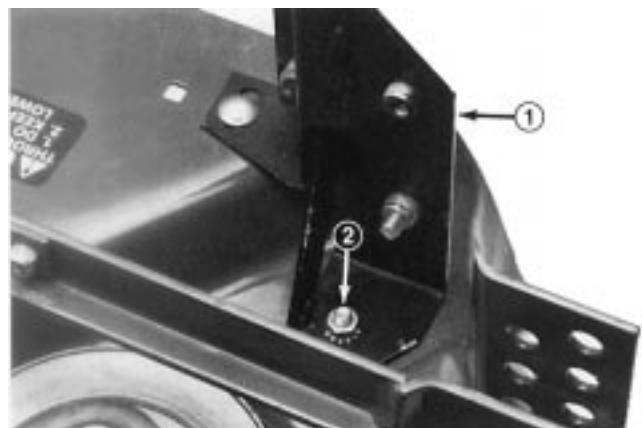

Figure 6
7. Utiliser le support arrière du ventilateur comme gabarit pour marquer et percer le dernier trou de 3/8" (9 mm) de diamètre dans le carter de lame (Fig. 6). Fixer le support arrière à l'aide d'un boulon de 5/16 x 5/8" (16 mm) inséré par le haut. Retirer le ventilateur de ses supports (Fig. 6).